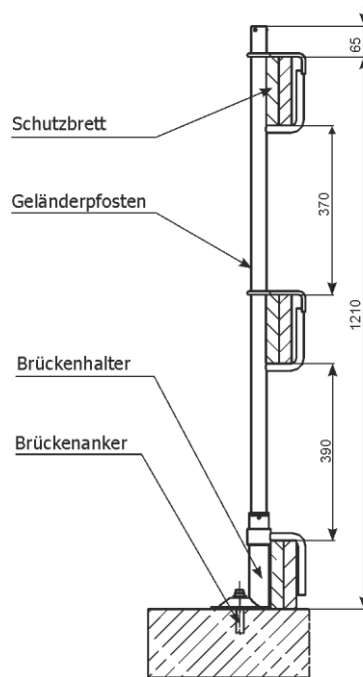

Abb. 55 Montage des Systems beim Einsatz der Einschraubhalterung für Brückenbau
2.13 Montage der Einschraubhalterung für Brückenbau (Abb. 55)